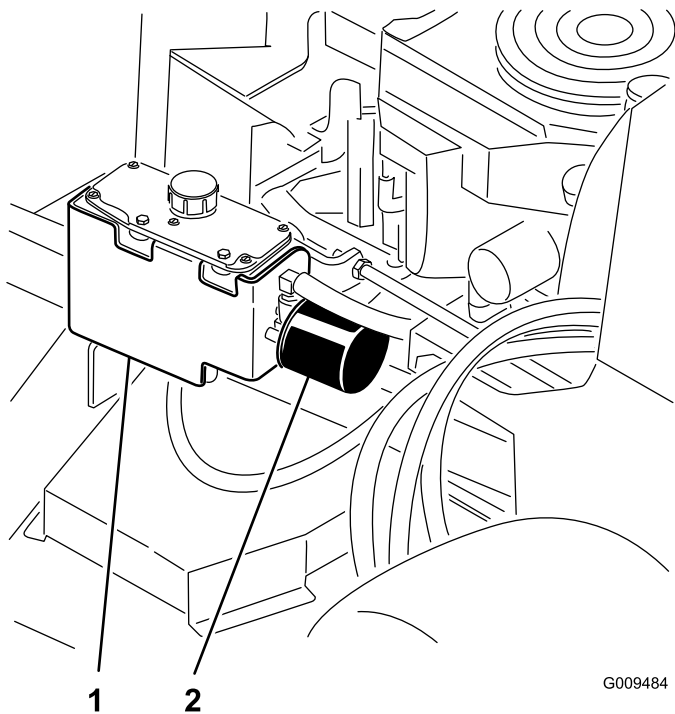

図 75
3. フィルタの取り付け部の下に廃油受けを置く (図 75)。